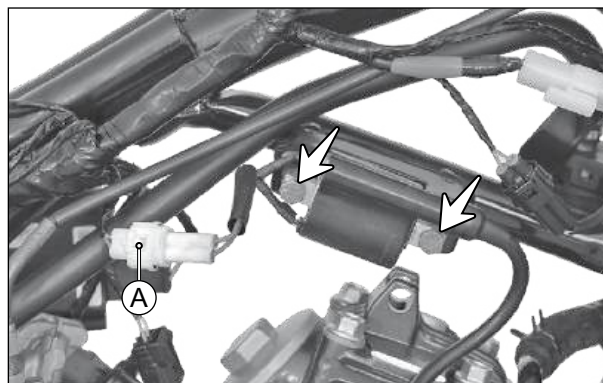

Fig. 3.30
- Desconecte da fiação, o conector (A) da bobina de ignição. (Fig. 3.30)
- Remova os parafusos M6x25 (setas) de fixação da bobina de ignição e, em seguida, remova a bobina de ignição. (Fig. 3.30)